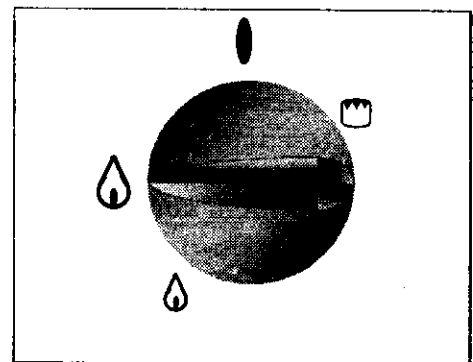

fig. 2
3. Poussez et tournez la manette du four dans le sens inverse des aiguilles d'une montre jusqu'au repère « grande flamme » (fig. 2).